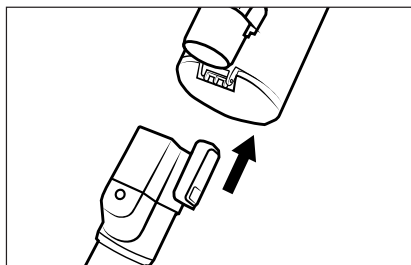

Bild 1
- 1) Sätt dammsugarröret **23** på dammsugaren och skjut in det tills det klickar fast (se bild 1).